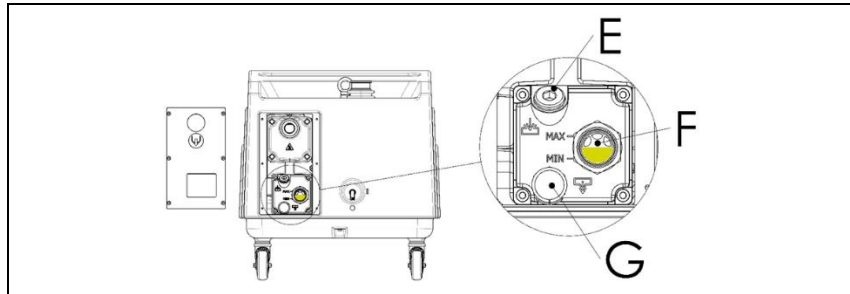
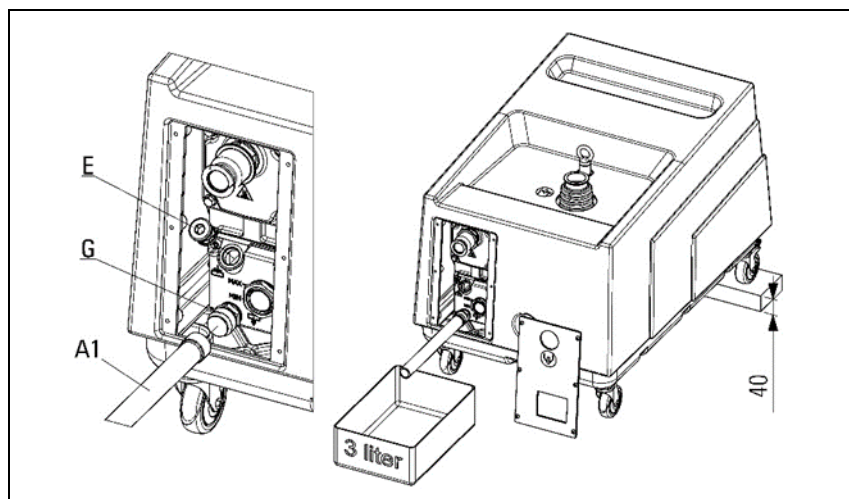

Figure 14
Figure 15
D'après la Figure 14, dévisser le bouchon de remplissage (E) et le bouchon de vidange d'huile (G) uniquement après avoir positionné sous le réservoir un récipient indiqué (au niveau de la forme et des dimensions) afin de récupérer toute l'huile de la pompe (voir Figure 15).
La pression maximale admise dans le réservoir est de 0,6 bars mesurée au débit maximum (quand l'aspiration fonctionne à la pression atmosphérique). On peut relever la pression avec un manomètre (en option), raccordé à l'orifice de remplissage en huile (Figure 14 "E"). En présence du manomètre, vérifier l'engorgement de la cartouche lorsque la pompe est chaude.